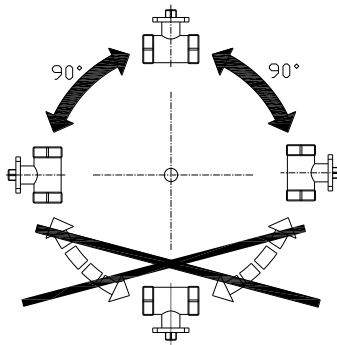

图 1
- 1. 阀体安装方向如图 1，可水平安装也可垂直安装，但不得倒置安装，如阀杆顶点方向朝下。